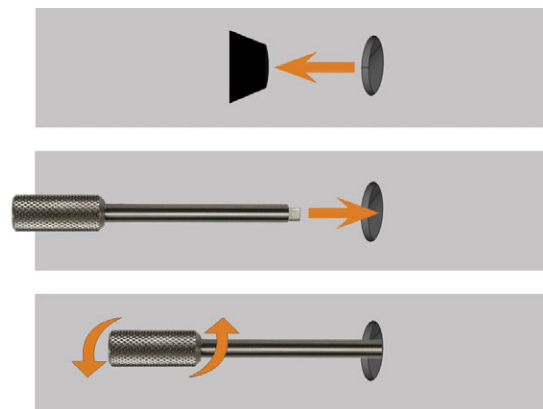

Abb. 47 VERWENDEN DES SCHLÜSSELS FÜR DIE NOT-ENTRIEGELUNG
3. Deaktivieren Sie die Sicherheitsverriegelung der Arbeitsraumtür, wie in der Abbildung gezeigt (☞ *Abb. 47 unten*):